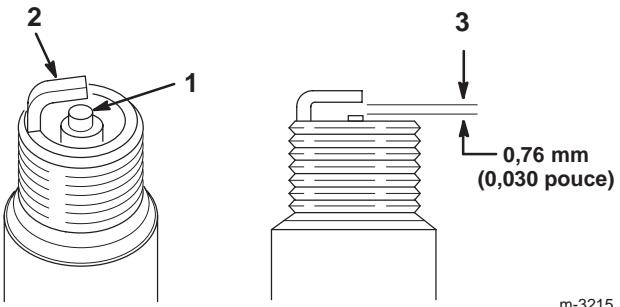

Figure 35
1. Inspectez le centre des bougies (Fig. 35). Si le bec de l'isolateur est recouvert d'un léger dépôt gris ou brun, le moteur fonctionne correctement. S'il est couvert d'un dépôt noir, c'est généralement signe que le filtre à air est encrassé.
3. Contrôlez l'écartement entre l'électrode centrale et l'électrode latérale (Fig. 35). Courbez l'électrode latérale (Fig. 35) si l'écartement est incorrect.